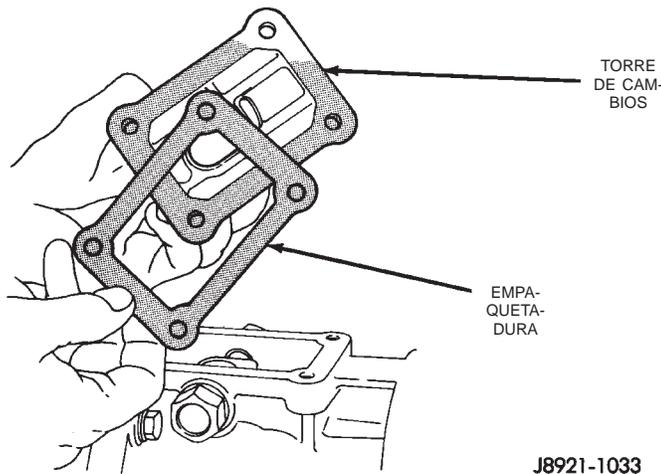

Fig. 18 Desmontaje de la empaquetadura de la torre de cambios
(7) Retire la empaquetadura de la torre de cambios de la torre de cambios o la caja de transmisión (Fig. 18).